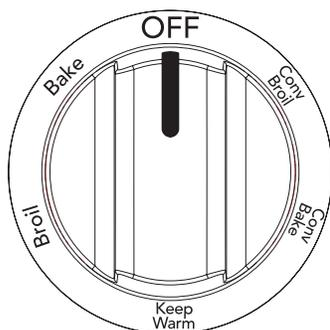

Figure 13 : Sélecteur oven mode (mode du four)
3. Réglez le sélecteur **oven mode** (mode du four) sur la position **bake** (cuisson) (Figure 13).
1. Disposez la grille du four lorsque le four est froid. Réglez le sélecteur **oven mode** (mode du four) sur la position broil (gril) (Figure 13).